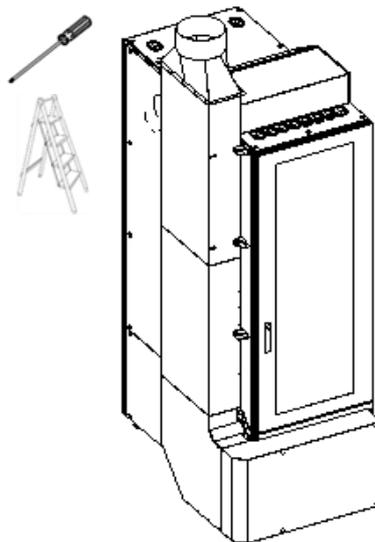

图2-26 风道安装
- a) 风道安装在后门处，如图 2-26 为风道左侧安装形态；该风道支持右侧安装；